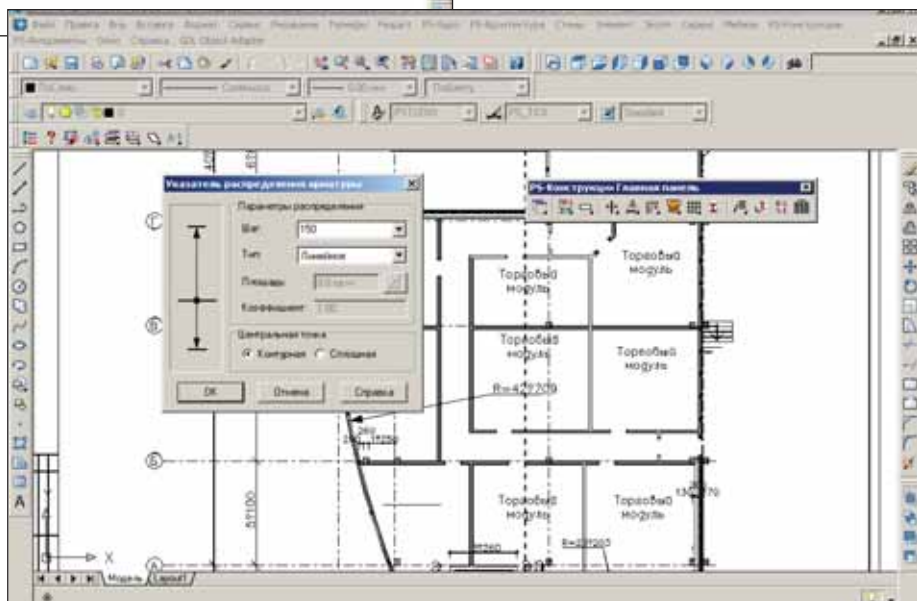

Рис. 2
- **автоматическое распределение и подсчет арматуры в схемах армирования** — используя этот инструмент, проектировщик избавляется от необходимости подсчитывать стержни и сетки на схеме армирования. Достаточно задать необходимый шаг или нахлест и указать границы распределения — все остальное осуществляется в автоматическом режиме (рис. 2);